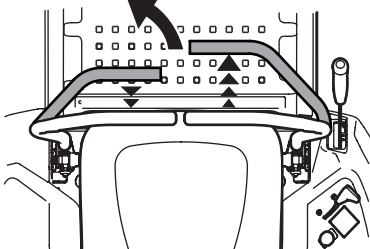

Figura 24
1. Para girar a la izquierda, mueva la palanca de control de la transmisión del lado izquierdo hacia atrás respecto de la palanca de control de la transmisión derecha. Consulte la Figura 24.